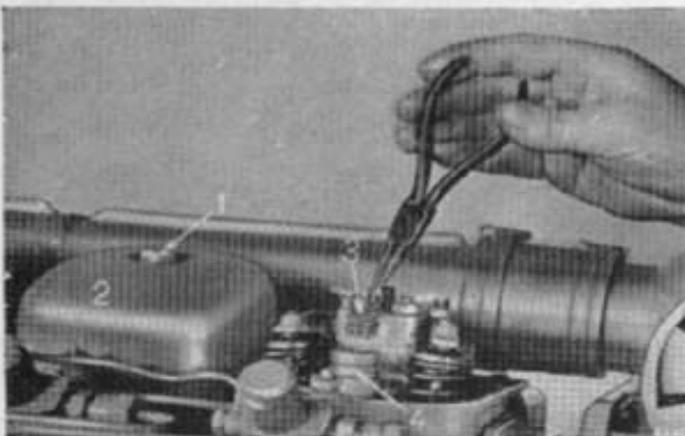

Bild 34
**B 9 Patrone\*) der Kipphebelraumbelüftungen reinigen. Alle 240 Betriebsstunden** (bei jedem 2. Motorölwechsel) ist, nach Lösen der Zylinderkopfhauben-Spannschraube 1 (Bild 34) und Abnehmen der Haube 2, die Patrone 3 mit der Spitzzange oder einem Nagel herauszu- ziehen, in Diesel-Kraftstoff zu reinigen und wieder einzusetzen, nachdem sie leicht mit Öl benetzt worden sind.
\*) Um in den Kipphebelräumen die Bildung von Kondenswasser zu verhindern, befindet sich unter jeder Zylinderkopfhaube 2 in einem Stopfen 4 (Bild 34) eine Bohrung zur Zufuhr von Frischluft. Durch eine Drahtgestrick-Belüftungspatrone 3 wird die einströmende Luft gereinigt.